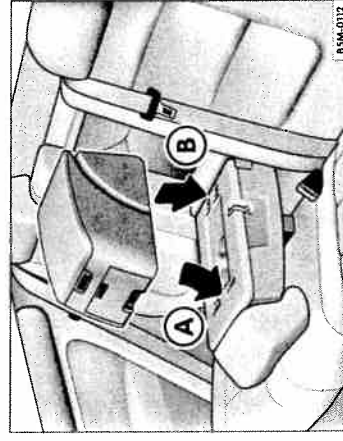

Fig. 82 Cotiera din spate: Montarea cutiei multifuncționale.
- Introduceți suporturile din față ale cutiei multifuncționale în locașele corespunzătoare din cotiera centrală ⇒ pagina 96, fig. 82⁽³⁹⁾ (săgeata Ⓐ).